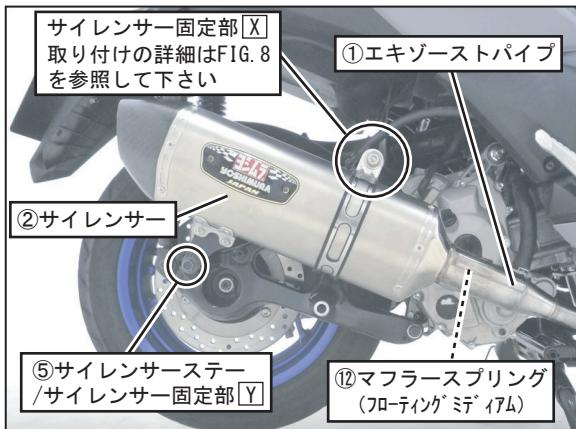

FIG. 6
6. ②サイレンサーを①エキゾーストパイプに取り付け、⑤サイレンサーステーを純正ボルトを使用してサイレンサー固定部[Y]に仮締めして下さい。
次に、⑫マフラーープリング（フローティングミディアム）をスプリング取付工具を使用して取り付けて下さい。（FIG. 6, 7 参照）
(FIG. 6, 8 参照)